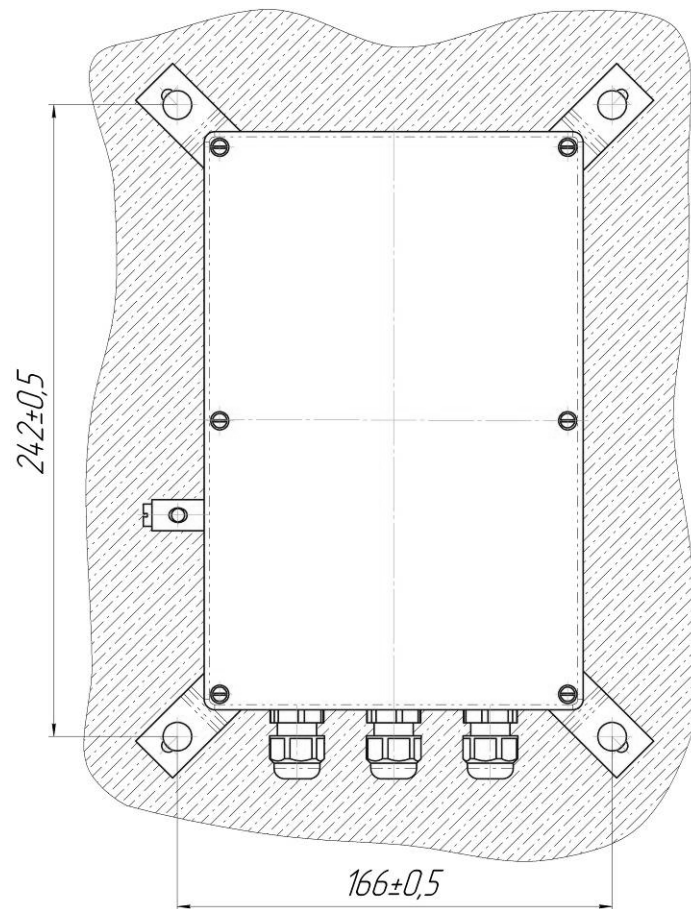

Рисунок 6. Монтаж контроллера на стене
- Установить контроллер на плоской поверхности (см. Рисунок 6).
- Разметить и просверлить в стене четыре отверстия $\varnothing 6$ мм (см. Рисунок 6).